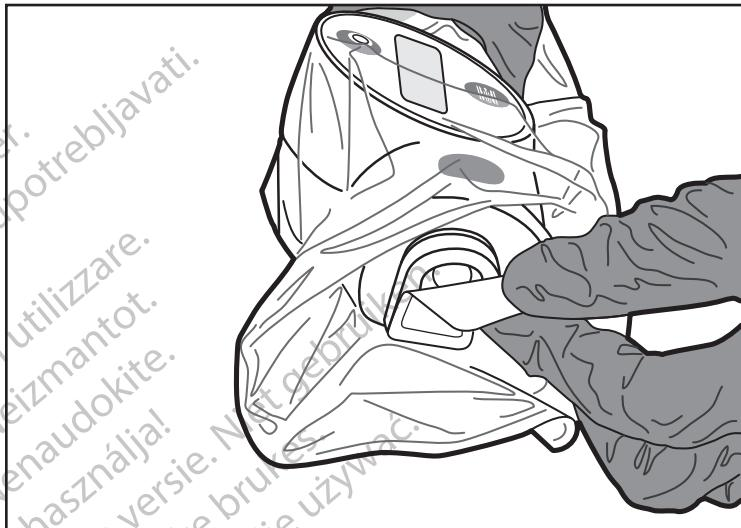

Figura 9. Retirada de la etiqueta
9. Cuando esté preparado para introducir el catéter compatible con la unidad motora MDUS PLUS, desprenda la etiqueta de la placa frontal y deschela correctamente (figura 9).